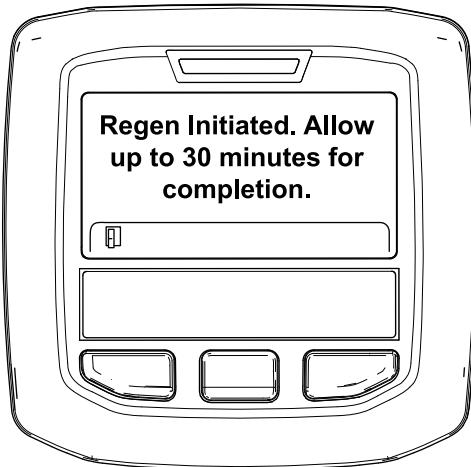

Figura 52
- Se a regeneração for permitida, surge a mensagem “Regen Initiated. Allow up to 30 minutes for completion” (Regen. iniciada. Aguarde 30 minutos até ser concluída) no InfoCenter; aguarde até que a máquina conclua o processo de regeneração em estacionamento (Figura 52).